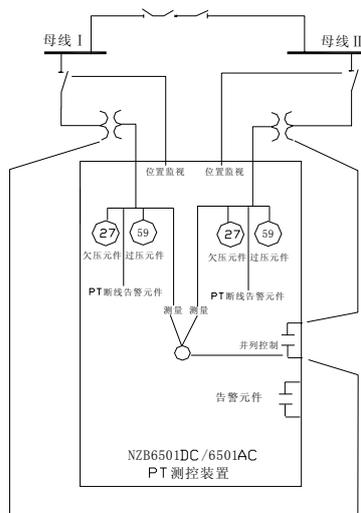

图 1: NZB6501DC/ NZB6501AC 功能配置图
1.4.1 NZB6501DC/ NZB6501AC 功能配置见图 1